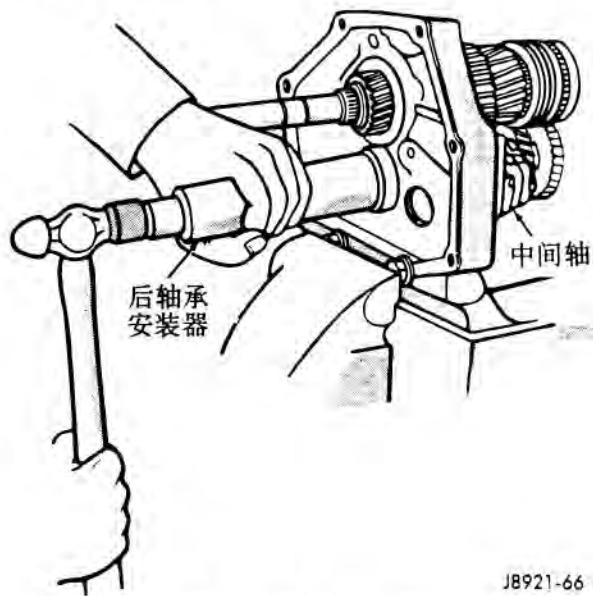

图 66 安装中间轴
(20) 安装输入轴到输出轴上。
(21) 把中间轴安装到中间隔板上 (图 66)。